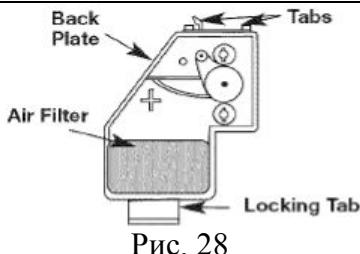

Рис. 28
7. Установите на место крышку воздушного фильтра. Совместите пазы в верхней части крышки воздушного фильтра с язычками в верхней части задней стенки (Рис. 28).